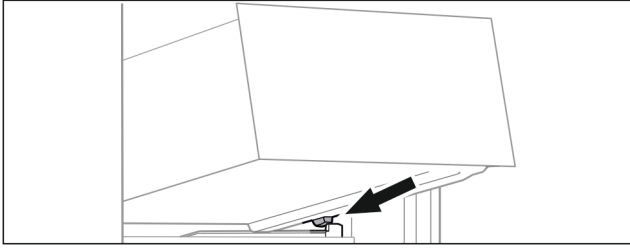

Fig. 12
- ▶ Lade schuin achter de stoppers op de containerrib plaatsen Fig. 12 ().